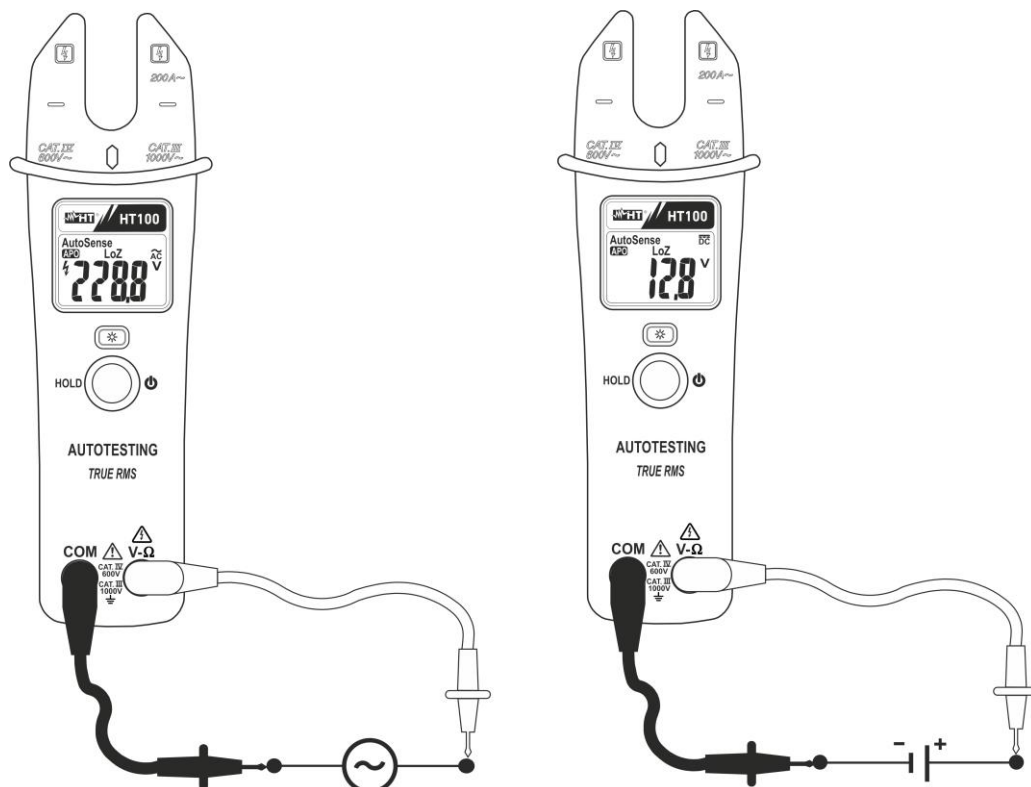

Abb. 3: Verwendung der Zange für AC und DC Gleichspannungsmessung
2. Stellen Sie die Messleitungen in die gewünschten Punkte des zu messenden Kreises (siehe Abb. 3). Der Spannungswert erscheint auf dem Display
4. Das angezeigte **"-"** Symbol auf dem Display bedeutet, dass die DC Spannung eine negative Polarität aufweist (siehe Abb.3)